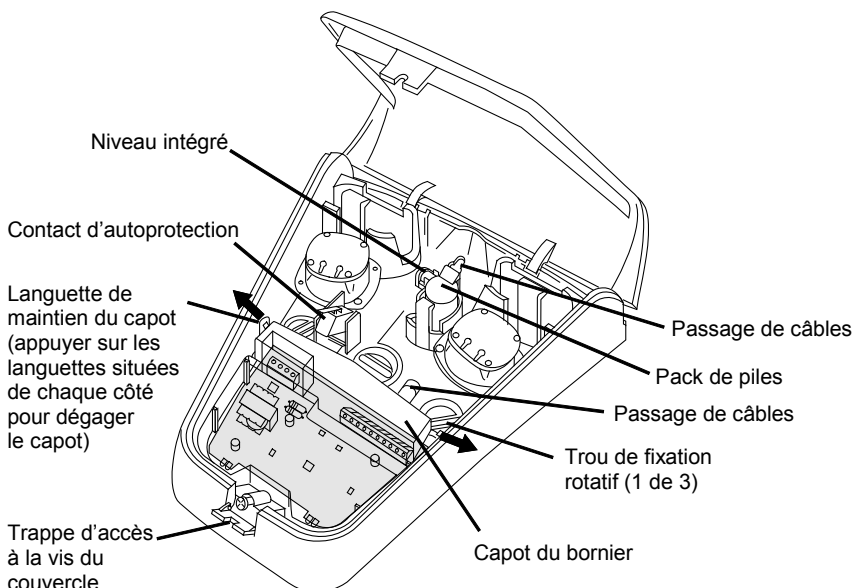

Figure 2 : Sirène filaire SDR-WEXT
1. Avec la sirène non fixée au mur, ouvrir la trappe d'accès à la vis de maintien du couvercle (voir Figure 2).
1. Soulever le capot du bornier (voir Figure 2) tout en appuyant sur les deux
Mettre en place les câbles entre la centrale ou l'extension et la sirène (voir la section « *Recommandations relatives au câblage* », page 9). Brancher les câbles au niveau de la centrale ou de l'extension, mais ne pas raccorder la sirène à ce stade. **Remarque :** afin d'éviter toute pénétration d'eau, insérer les câbles dans le passage par le dessous (voir Figure 2).